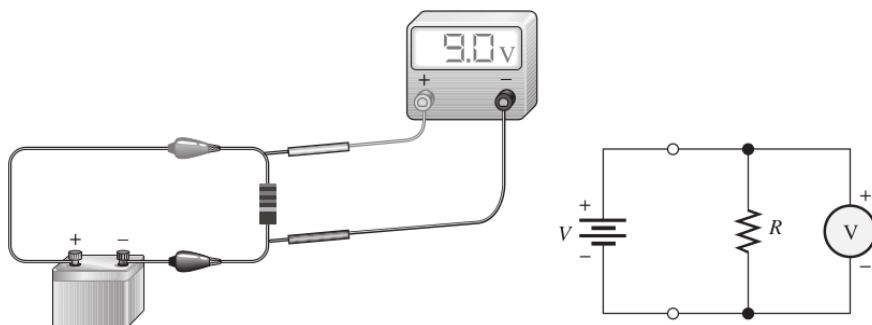

Figura 16: Procedimiento para medición directa de Tensión.
La tensión también se la puede considerar como la diferencia de potencial entre dos puntos. Generalmente uno de los extremos del instrumento se conecta a la referencia (0V o GND). Esta medición se realiza en forma paralela a los extremos del elemento como se puede ver en la figura 16. Es importante tener presente si la señal que se va a medir es de corriente continua (CC) o corriente alterna (CA), como así también se selecciona la escala de medición entre los submúltiplos que puede tener el instrumento.